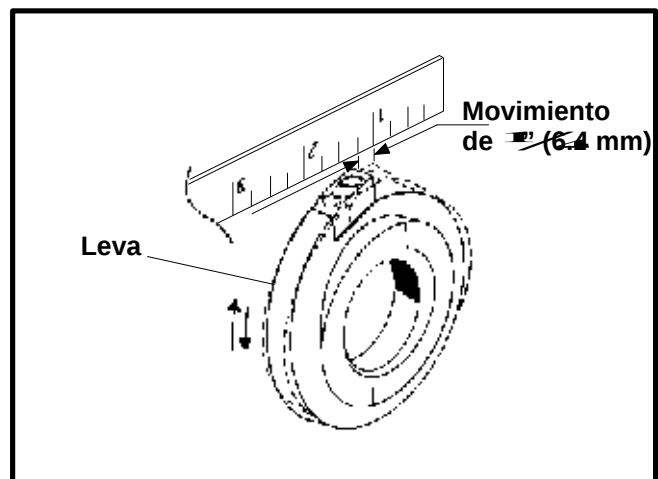

Figura 20
3. Levante el estérter de tal manera que no interfiera con el movimiento de la leva. Ajuste la tuerca lo suficientemente que pueda permitir que la leva se mueva de atrás para adelante aproximadamente 1/4" (6.4 mm). Usando una cinta métrica (o regla) verifique el movimiento de 1/4" ilustrado en la Figura 20. Asegúrese de que el estérter no interfiera con la parada de la leva.